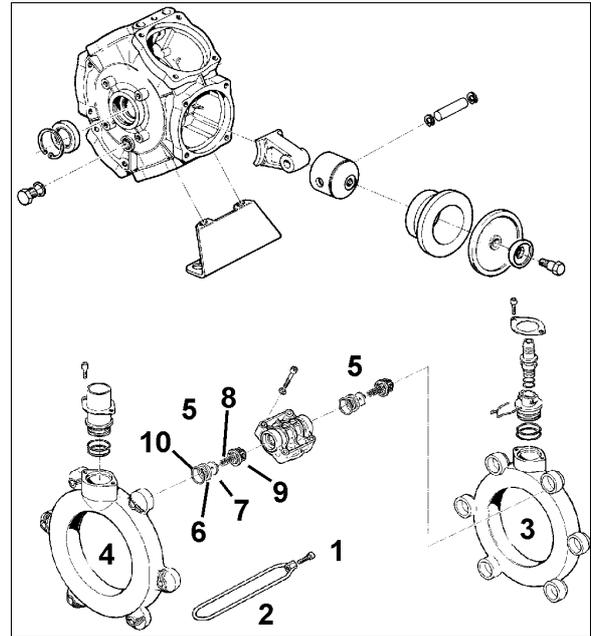

Fig. 117
10. Abridar el de aspiración - (Fig. 117/3) y el tubo de presión (Fig. 117/4) a la carcasa de la bomba y montar el estribo de sujeción (Fig. 117/2).
11. Apretar los tornillos (Fig. 117/1) en forma cruzada con un par de apriete de **11 Nm**.